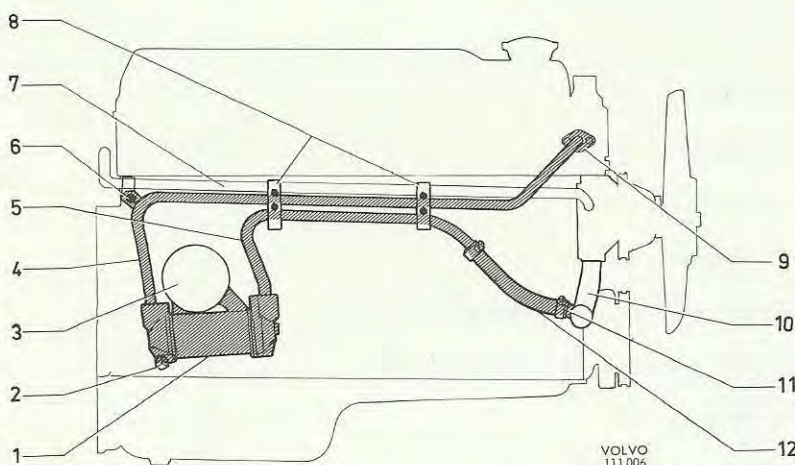
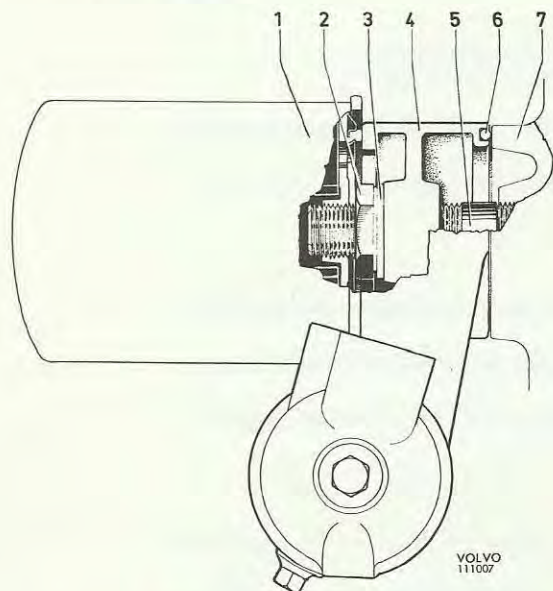

Bild 1. Oljekylare monterad
Bild 2. Oljekylarens anslutning till motorblocket
Vagnar för ovanstående marknad förses med en oljekylare (bild 1), som har till uppgift att sänka motoroljans temperatur om denna blir för hög under vissa kör-förhållanden.
Oljekylaren är ansluten till smörjsystemet genom att den monterats mellan motorblock och oljerenare, se bild 2. Motoroljan trycks av oljepumpen först genom oljekylaren och därefter genom oljerenaren och ut till de olika smörjstäl-lena.
Kylningen erhålles av motorns kylsystem. Tillloppsörret (4 bild 1) är anslutet mellan oljekylaren och termostathuset i cylinderlocket. Avloppsörret (5) är anslutet mellan oljekylaren och röret (10), som är monterat mellan vattenpump och nedre kylarslang. Kylvätskan trycks från cylinderlocket, via tillloppsörret, genom oljekylarens rörpaket som har stor kylvyta och vidare genom avloppsörret till röret (10).
1. Röret (10 bild 1), mellan vattenpump och nedre kylarslang, bytes ut mot röret med en anslutning för avloppsledningen.
2. Nippeln (5 bild 2), för oljerenaren, bytes ut mot den nya nippeln som är något längre. Nippeln drages med ett moment av 4,5 - 5,5 kpm.
3. Tätningringen (6) monteras på oljekylaren och tätningemedel Pliobond 20 eller motsvarande användes.
4. Avlopps- och tillloppsledningarna anslutes enligt bild 1.
- b. Tilloppsledningens fästöra monteras i skruven (6).
- c. Två klammer monteras om röret för värmesystemet och både avlopps- och tillloppsledningarna, se bild 1.
- d. Slangen (12) anslutes mellan avloppsledning och rör (10).
5. Muttern (2 bild 2) för oljekylaren, drages med ett moment av 3 - 5 kpm.